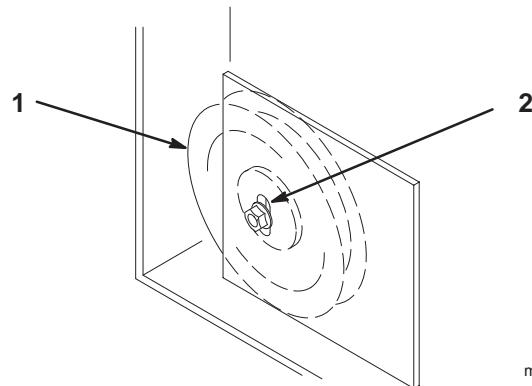

Figure 64
9. Si un réglage est nécessaire, desserrez la poulie de renvoi fixe sur la plaque de support droite et déplacez-la en haut ou en bas de la fente de réglage (Fig. 64). Pour détendre la courroie, tirez sur la poulie de tension rappelée par ressort.